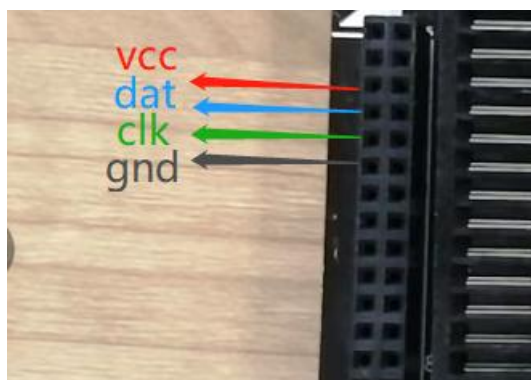

图 44. FT 芯片锁紧座旁接线烧录
2、烧录 FT 芯片时，直接进行烧录。接线方法按照下图 44 所示，接到芯片的对应烧录引脚进行烧录。